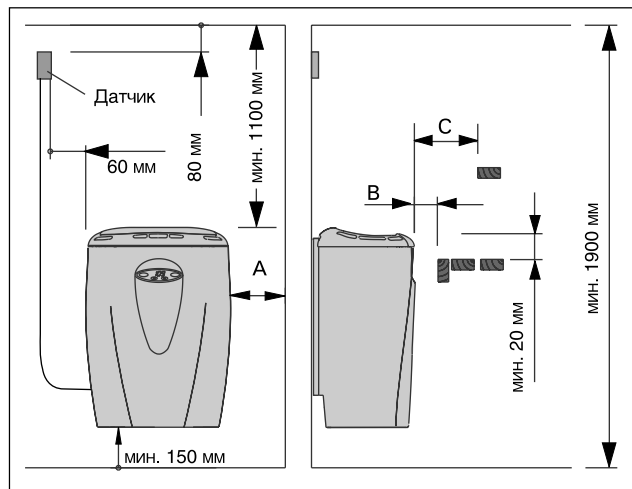
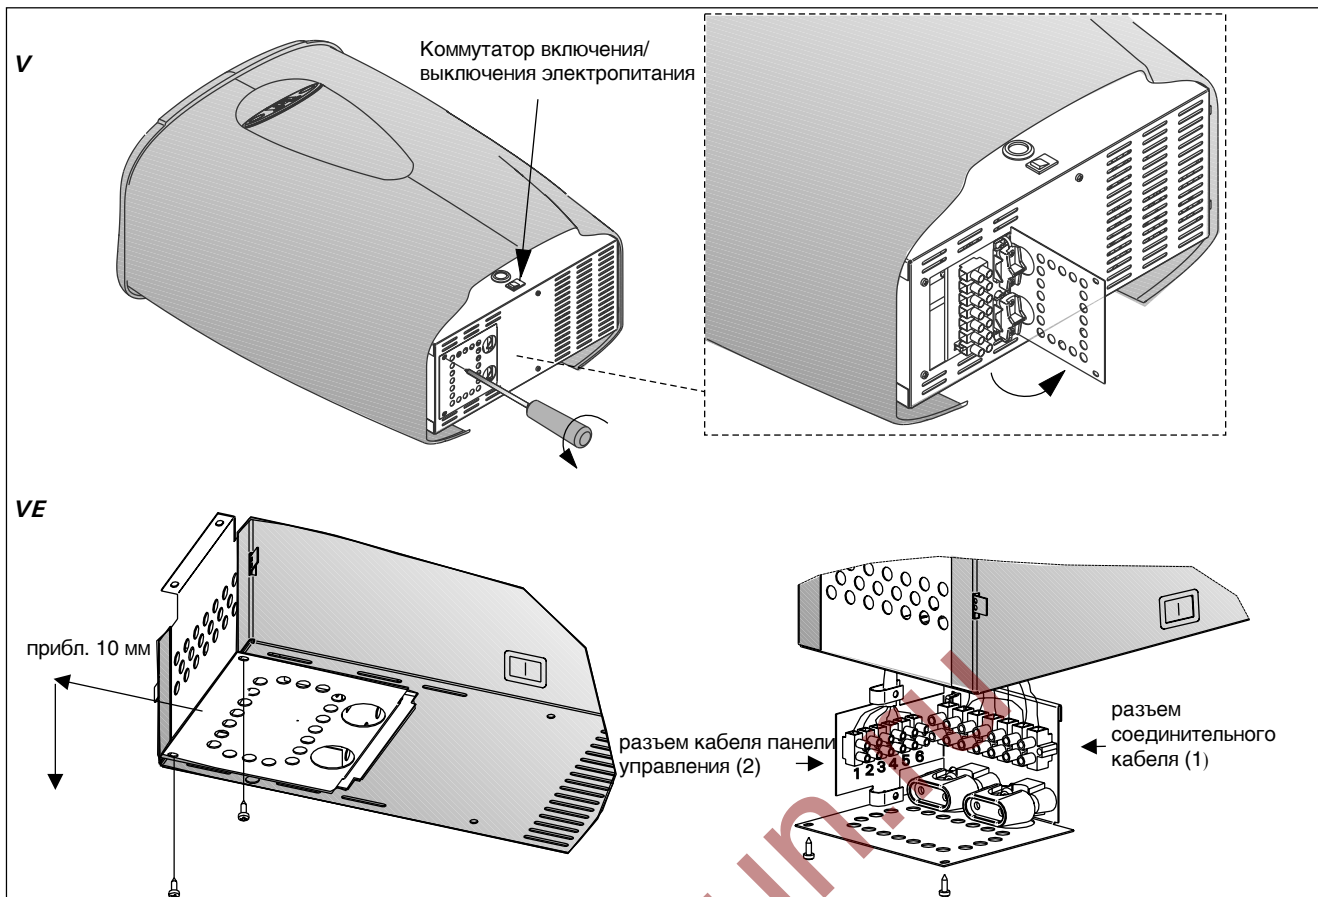
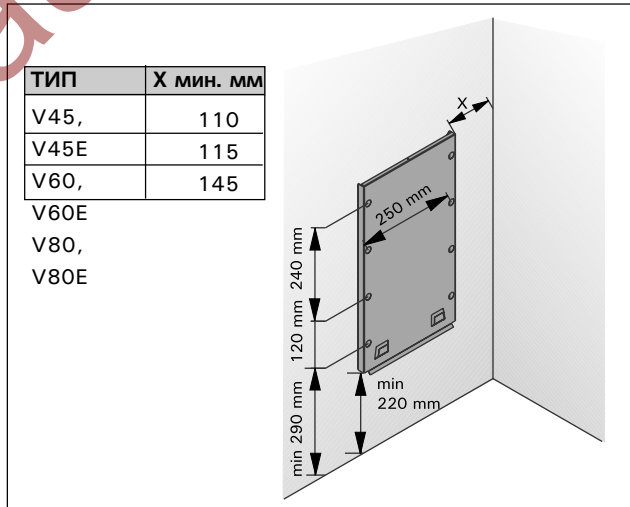

Рисунок 4. Расстояния безопасности
Рисунок 5. Подключение соединительного кабеля
Рисунок 6. Установка крепёжной рамы
- При расположении каменки выполняются условия минимальных расстояний, изображенных на рис. 4 и указанных в таблице 1.
Проще всего подключать кабель к каменке, пока она не установлена. См.рис. 5. Датчик термостата для каменок V и VE временно помещен под защитную крышку блока коммутации. Его необходимо извлечь оттуда и установить на стену сауны, как показано на рис. 4. На рис. 5 показано, как подключить кабель панели управления к каменке VE. Провода кабеля панели управления следует подключить к разъему кабеля панели управления с соблюдением цветовой
1. С помощью прилагаемых шурупов прикрепите к стене монтажную раму, соблюдая минимальные расстояния, указанные в таблице 1 и на рис. 4. Установка рамы изображена на рис. 6.
При установке защитного ограждения вокруг каменки следует соблюдать расстояния, указанные на рис. 4 и в табл. 1.
Если использовать экранированный кабель, то панель можно отнести на превышающее 10 метров расстояние. Защитная обшивка экранированного кабеля должна быть заземлена, например, через металлический фиксатор кабеля в разьеме этого кабеля (рисунок 5). Удлинительный кабель должен иметь такое же или большее сечение, например, 6 x 0,5 мм². Провода можно припаять или подключить к винтовым разъемам распределительной коробки. **Соседние провода не должны касаться друг друга в точках соединения.**
При монтаже удлинительного кабеля следует тщательно соблюдать порядок подключения проводов к колодке разьема каменки (2). См. рис. 5.